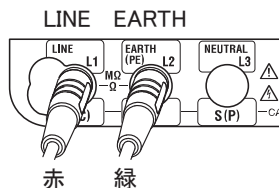

Fig. 11-9
- (1) 電源スイッチを押し、本製品の電源を入れます。ロータリースwitchを回して、接地抵抗ファンクションの位置にセットします。
- (2) F1スイッチを押して、活線Eチェックを選択します。
- (3) 下図のように測定コードを本体と接続します。(Fig. 11-9)